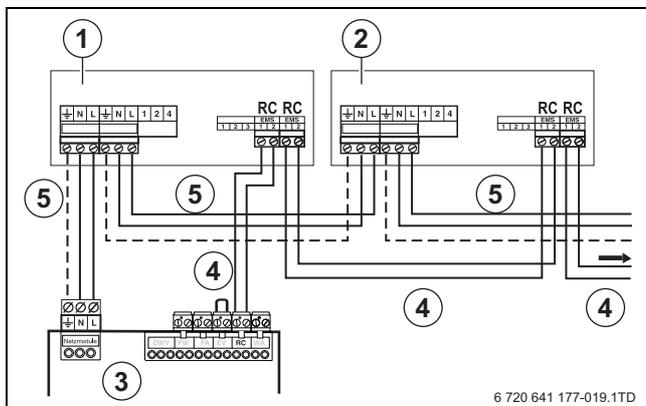

Bild 39 Mehrere Module anschließen
- ▶ Das 230 VAC-Netzkabel [6-7] des ersten Funktionsmoduls [1] an das folgende Modul [2] anschließen (→ Bild 39).